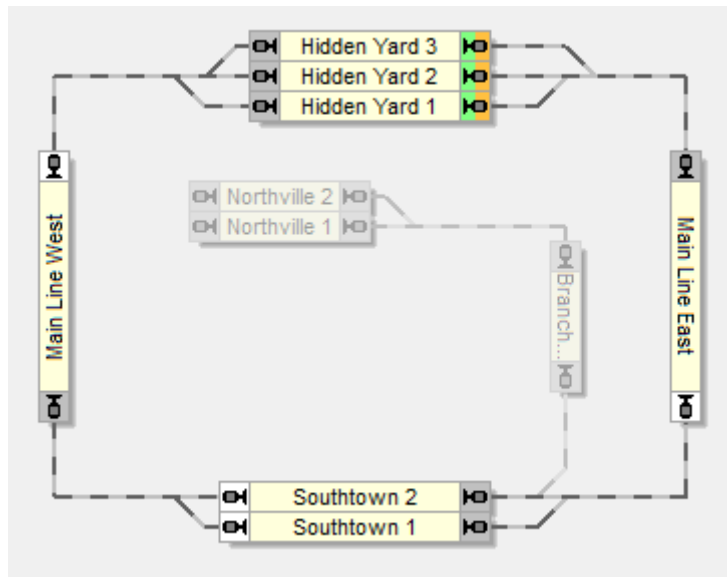

Figure 124 : Schéma de trajet avec des cheminements alternatifs
La figure 124 montre un trajet qui commence dans l'un des trois cantons de « Hidden Yard », passe par la ligne principale dans le sens horaire, traverse « Southtown » par l'un de ses deux cantons et revient se terminer dans « Hidden Yard ».
Puisque, dans cet exemple, les cantons de départ et d'arrivée sont identiques, les trains partiront de « Hidden Yard » et y arriveront. Dans la figure 124, un train partira de « Hidden Yard 3 » et arrivera à « Southtown 1 » si le trajet est lancé dans le sens normal. Si on lance le trajet dans le sens opposé, la signification des deux cantons sera inversée. « Southtown 1 » deviendra le canton de départ et le train arrivera à « Hidden Yard 3 ».
Les termes de départ et d'arrivée sont surtout utilisés pour indiquer d'où vers où les trains circulent sur le trajet et où les trains arrivent. Le canton de départ réel d'un train peut être situé à l'intérieur du trajet. Dans la figure 124, le Dispatcher va d'abord essayer de trouver un train disponible dans « Hidden Yard ». S'il n'en trouve pas là, on peut, si on le souhaite,
En observant la figure 124, on réalise que, avec un seul schéma de trajet et en sélectionnant quelques cantons, itinéraires et liens dans le schéma principal de cantons, on peut définir tous les déplacements des trains dans les deux sens de circulation sur la ligne principale de ce réseau.
B Le *Dispatcher* applique une stratégie maligne quand il doit choisir un cheminement parmi plusieurs possibilités. Dans l'exemple de la figure 124, le *Dispatcher* doit choisir entre trois cheminements possibles à l'approche de « Hidden Yard » dans le sens Ouest-Est.
En général, un canton ou un itinéraire, réservé par un trajet, est libéré quand le train a atteint le canton suivant et quand le canton ou l'itinéraire ne sont plus signalés comme occupés. Dans la figure 124, par exemple, le canton « Main Line East » n'est pas libéré avant qu'un train en provenance de « Hidden yard » n'ait atteint « Southtown ». Si « Main Line East » est encore signalé comme occupé quand le train atteint « Southtown », la libération de « Main Line East » est retardée jusqu'à la désactivation de l'occupation de « Main Line East ».
- Quand un train atteint un canton, tous les cantons/itinéraires, situés en amont de ce canton et non situés en aval d'un autre canton/itinéraire occupé et réservé, sont libérés. Si, par exemple dans la figure 124, « Main Line East » est encore réservé et occupé quand le train atteint « Main Line West », le canton utilisé dans « Southtown » n'est pas libéré, qu'il soit occupé ou non. Si les deux cantons, « Main Line East » et celui utilisé dans « Southtown », ne sont pas occupés quand le train atteint « Main Line West, les deux cantons sont libérés.